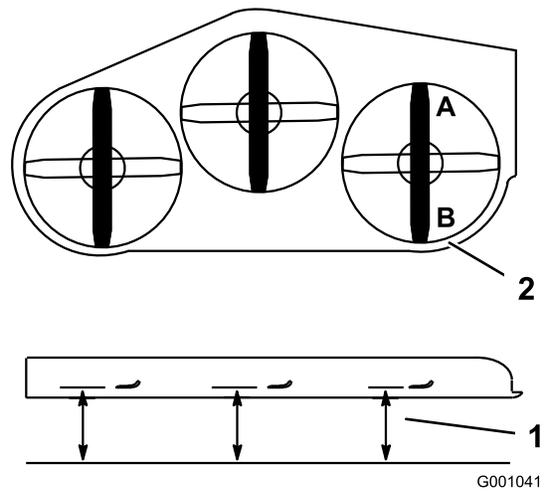

Figura 86
2. Coloque una cuchilla en posición longitudinal. Mida en las posiciones **A** y **B** desde una superficie nivelada hasta el filo de corte de los extremos de la cuchilla (Figura 86).